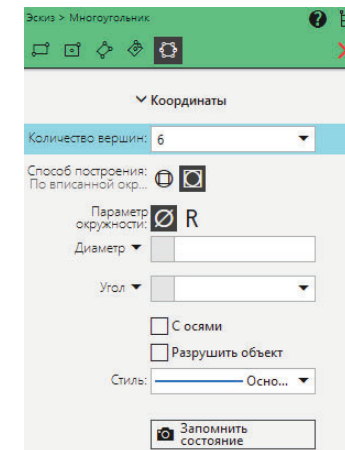
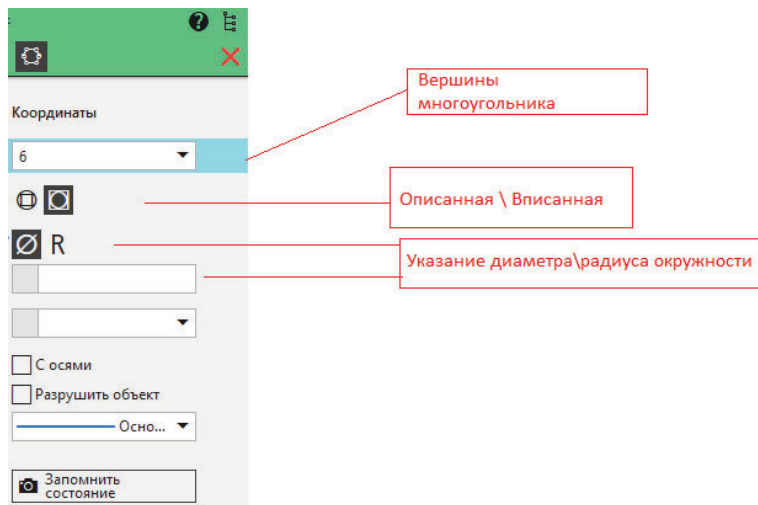

Рисунок 1.32 – Команда «Многоугольник»
Рисунок 1.33 – Вводимые параметры команды «Многоугольник»
**3 Многоугольник.** Команда «Многоугольник» имеет внутри себя набор параметров (рисунок 1.32) для создания многоугольника, описанного / вписанного в окружность (рисунок 1.33).